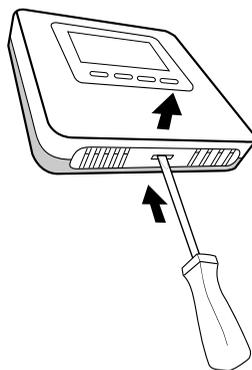

Рис. 11
- Слегка надавив на защелку, расположенную в нижней части, снимите монтажное основание регулятора температуры в помещении (Рис. 11).